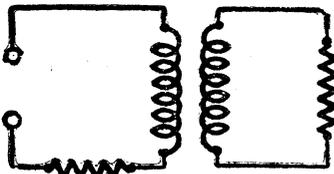

Figure 1
A) Inductance et résistance d'une bobine couplée à une autre bobine comprenant une résistance de charge (fig. 1).